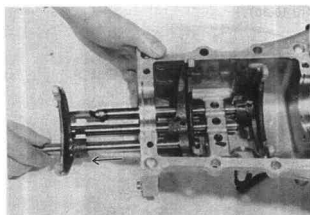

图 10-38
(1) 拔出倒档拨叉轴, 同时取出定位钢球和弹簧, 注意不要将钢球和弹簧丢失 (图 10-38)。
(2) 用弹簧拆卸工具 (C) (专用工具) 拔出低速齿轮换挡拨叉的拨叉销, 拆下拨叉轴。在这过程中注意不可使定位钢球、互锁钢球和弹簧飞出。